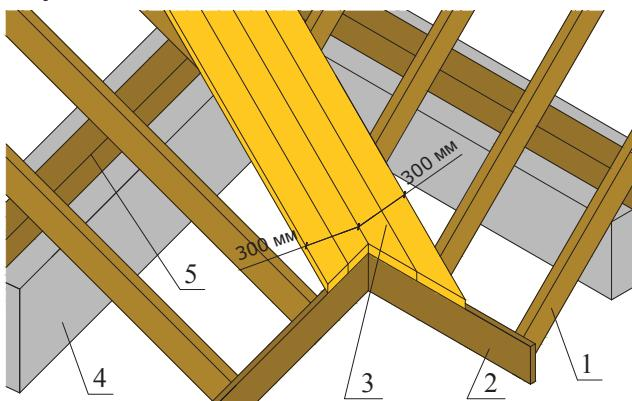

Рис. 1
4.1.2. Вдоль ендовых устраивают опорный настил из доски толщиной 50 мм. Ширина настила не менее 300 мм в каждую сторону от оси ендовых (см. рис. 1). Доски настила опирают на стропильные балки.